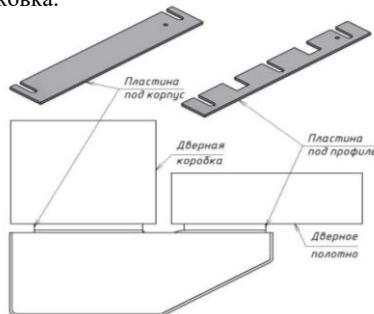

Рисунок 2 – Установка выравнивающих пластин под корпус и якорь
- пластина под профиль (рисунок 2) - 1 шт.
- пластина под корпус (рисунок 2) - 1 шт.
- саморез 5,5x32 (1)
- винт M6x16 (2)
- винт M3x4 (3)
- гайка M4 (4)
- шайба 4 65Г (5)
- шайба 4 (6)
- шайба 6 (7)
5.4 Закрепить корпус замка на коробке двери саморезами (1). Закрепить Z-профиль на створке двери саморезами (1). Закрепить на Z-профиле якорь с пружиной винтом (2). Для совмещения рабочих поверхностей корпуса и якоря могут быть использованы выравнивающие пластины (рисунок 2). После регулировки правильного положения замка затянуть крепежные саморезы.